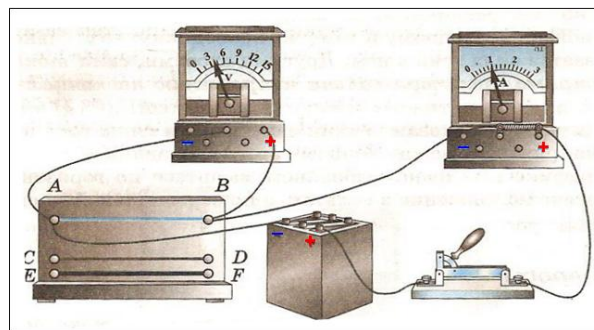

Рис. 86. При включении разных проводников сила тока в цепи различна.
1⁰. Включая в электрическую цепь какого-нибудь источника тока различные проводники и амперметр, можно заметить, что при разных проводниках показания амперметра различны, т. е. при разных проводниках сила тока в данной цепи различна. Так, например, если вместо *железной* проволоки АВ (рис. 86) включить в
6. По показаниям приборов (см. *рис. 86*) определите сопротивление проводника АВ.